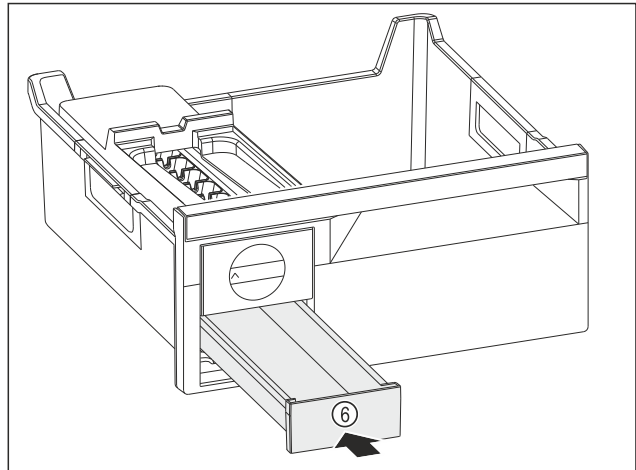

Fig. 150
- ▶ Eiswürfelschubfach Fig. 150 (6) einstecken.